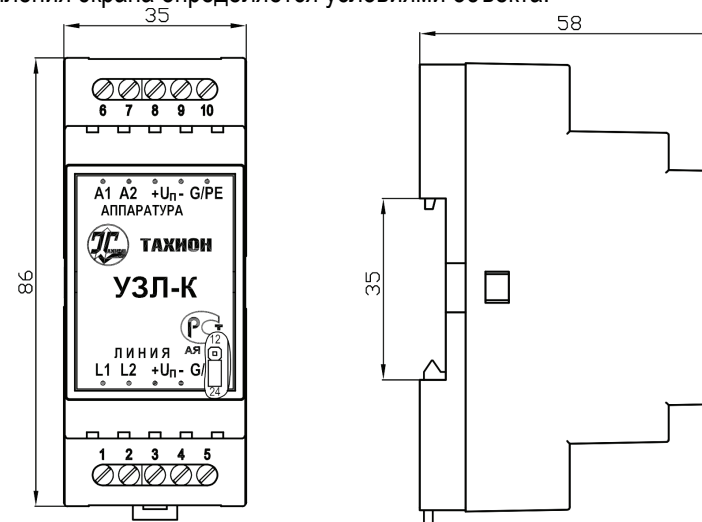

Рис. 1 Габаритные и установочные размеры
В заводской поставке напряжение защиты цепи питания установлено в положение «24В». Для установки напряжения защиты 12В необходимо джампер, расположенный на печатной плате, установить в положение «12В» (см. рис.1, 2, 3).
14. Габаритные и установочные размеры..... см. рис. 1;